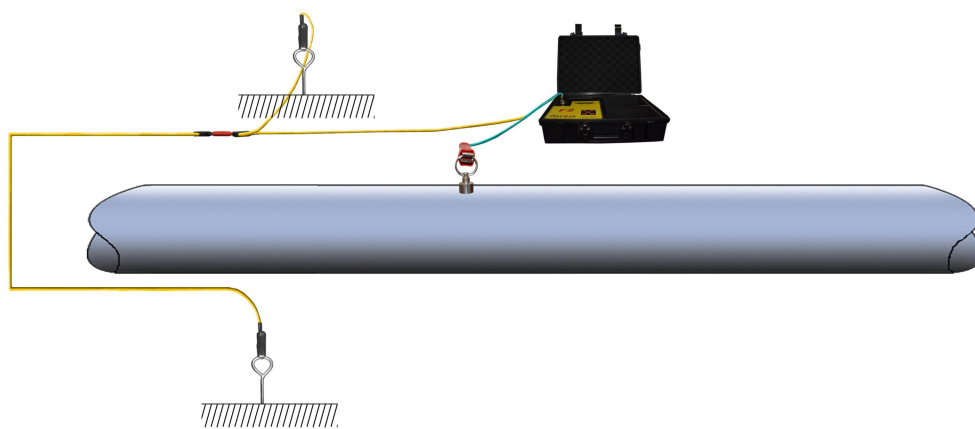

图5 双边接地示意图
(2) **双边接地**：即发射机接地线引出两根，分别接入到管线两边的大地中，此种方法磁场分布对称，探管、测探都很准确，但要检查两边的接地效果是否一致，方法是按**测量**键，观察一边的接地电阻时，将另一边接地线断开。观察另一端接地电阻时也是一样，两边接地电阻相等，效果才一样。接地电阻不等时，通过打深或拔浅接地棒，也可通过浇水的办法，使两边接地效果相等。（见图 5）